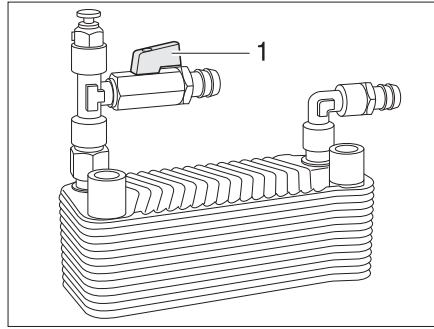

Fig. 212 Termocambiador Alde
- Poner en marcha:* ■ Colocar el tirador (Fig. 212,1) del grifo de cierre en paralelo a la tubería.
- Apagar:* ■ Colocar el tirador (Fig. 212,1) del grifo de cierre transversalmente a la tubería.